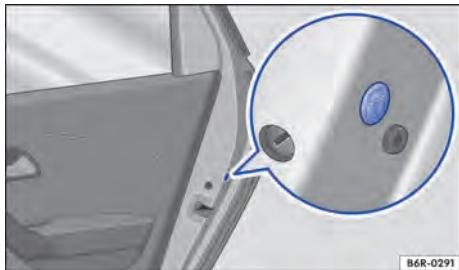

Fig. 48 Debaixo da vedação de borracha : destravamento de emergência.
- Remover a vedação de borracha da porta. O tampão é  identificado → Fig. 48 por um cadeado.